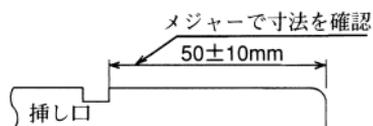

図70 挿し口端面から溝までの距離の確認
- ②図70のように溝と挿し口端面の距離が挿し口全周にわたって $50\pm 10\text{mm}$ の範囲内であることを確認する。